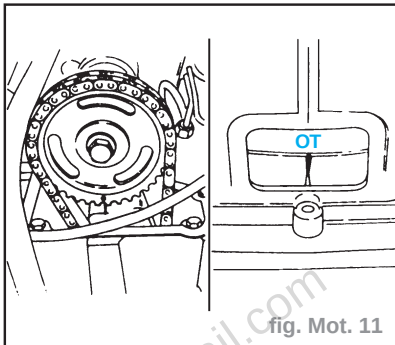

fig. Mot. 11
- Tourner le vilebrequin jusqu'à ce que le repère "OT" du volant se trouve en face de l'aiguille sur le carter d'embrayage (fig. Mot. 11).
- Vérifier la position correcte de l'arbre à cames : le repère de la roue dentée de l'arbre à cames et celui de la glissière se trouvent l'un en face de l'autre (fig. Mot. 11).